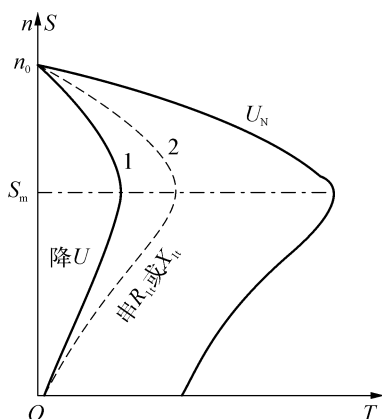

图 2-14 定子电路串入电阻或电抗时的人工特性
(2) 定子电路串入电阻或电抗时的人工特性
① 定子电路串电阻或电抗时的人工机械特性如图 2-14 中虚线 2 所示，1 为电压降低时的人工机械特性。
- ② 曲线 2 与曲线 1 相比较，最大转矩要大一些。